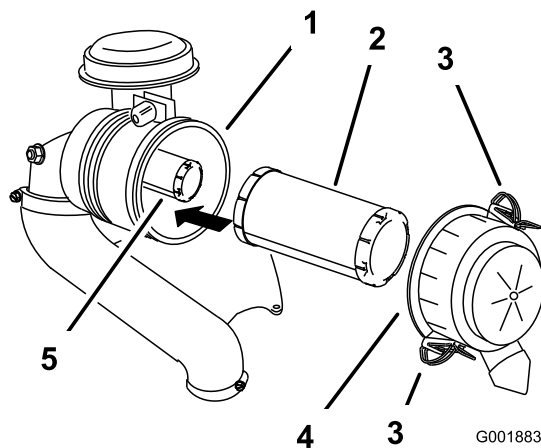

Bild 45
2. Lösen Sie die Riegel am Luftfilter und ziehen Sie die Abdeckung vom Luftfiltergehäuse ab (Bild 45).
- Schieben Sie den Hauptfilter vorsichtig aus dem Luftfiltergehäuse heraus (Bild 45).
- Wenn Sie den Sicherheitsluftfilter austauschen, schieben Sie ihn vorsichtig in das Filtergehäuse ein (Bild 45).
- Schieben Sie den Hauptluftfilter vorsichtig auf den Sicherheitsluftfilter (Bild 45).
- Bringen Sie die Luftfilterabdeckung so an, dass die Seite mit **UP** nach oben zeigt, und rasten Sie die Riegel ein (Bild 45).